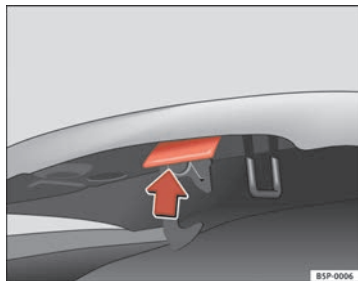

Fig. 177 Dispositivo di apertura del cofano del vano motore
- Spingere verso l'alto la leva situata sotto il cofano ⇒ fig. 177. In questo modo il cofano viene disimpegnato dal gancio che lo trattiene.